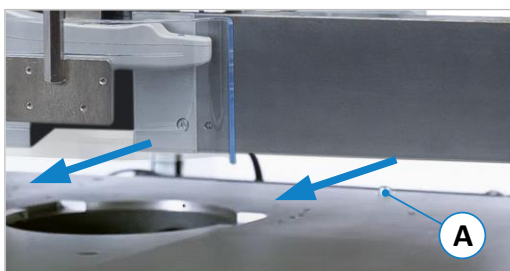
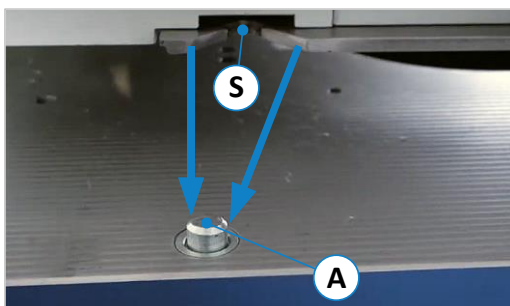

Figure 54 : se déplacer au centre de l'arbre de fraisage
Figure 55 : aligner le réceptacle sur le boulon d'arrêt
- Déplacez le guide sur la table de la machine à l'aide d'une deuxième personne, d'un engin de levage approprié ou du dispositif de pivotement en option, de manière à ce qu'il se trouve à peu près au milieu de l'arbre de la fraise. (⇒ Figure 54).
- Placez-vous maintenant à l'arrière de la machine et tirez la butée avec l'ouverture en queue d'aronde (S) aussi près que possible du boulon d'arrêt (A).
- Déposer la butée et déplacer le reste à la main de manière à ce que le boulon d'arrêt (A) s'enclenche de manière sûre dans l'ouverture (S), voir ⇒ Figure 55.